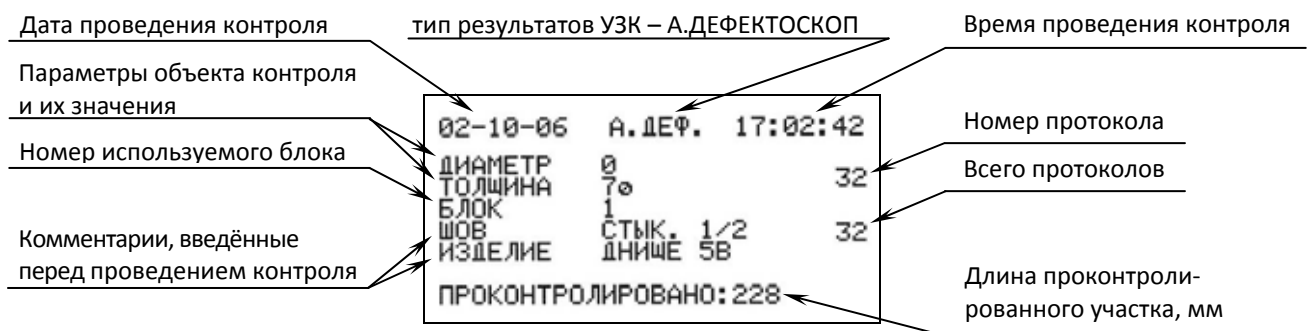

Рисунок 38 – Выбор результата контроля.
5.6.1.2 Перевести курсор на строку «А.ДЕФЕКТОСКОП» и нажать «Enter», при этом появится меню выбора результатов автоматизированного УЗК (см. рисунок 38).
5.6.1.11 Для выхода из просмотра выбранного результата УЗК необходимо нажать клавишу « 0 », при этом появится меню выбора результатов А.ДЕФЕКТОСКОП (см. рисунок 38).